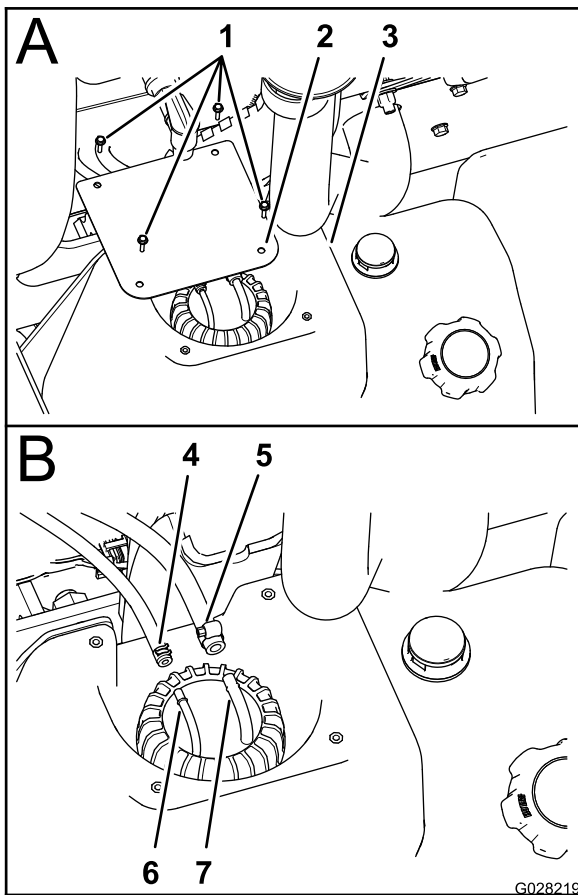

Figura 76
2. Retire os quatro parafusos (nº 10 x 3/4 pol.) que fixam a cobertura à parte superior do depósito de combustível e retire a cobertura (Figura 76).
- Desaperte as braçadeiras que fixam as duas tubagens de combustível às duas uniões da tubagem na parte superior do conjunto da coluna de alimentação (Figura 76).
- Desligue as duas tubagens das uniões da tubagem e deixe que o combustível nas tubagens escoe para o recipiente de combustível aprovado (Figura 76).
- Monte a tubagem do combustível com 6,4 mm na união da tubagem com 6,4 mm e fixe a tubagem na união com a braçadeira da tubagem (Figura 76).
na união com a braçadeira da tubagem (Figura 76).